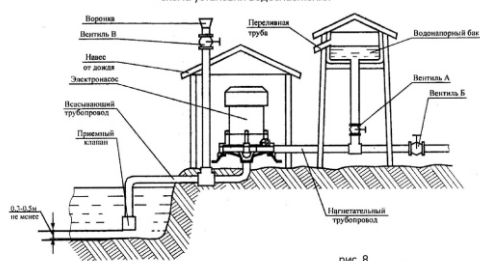

рис. 8
- Электронасос рассчитан на продолжительную работу. Предпочтительный расход воды 2,8 м³/час. Расход воды можно регулировать вентилем или краном, который устанавливается на нагнетательном трубопроводе (рис. 8, 9).
- Прежде чем приступить к монтажу электронасоса, необходимо выбрать правильную схему установки и предохранить электронасос от попадания воды в электродвигатель (рис. 8 и 9)
- При перекачке воды из открытого водоема (рис. 8), колодца (рис. 9) или скважины, расстояние от дна водоема до приемного клапана должно быть не менее 0,3 м.